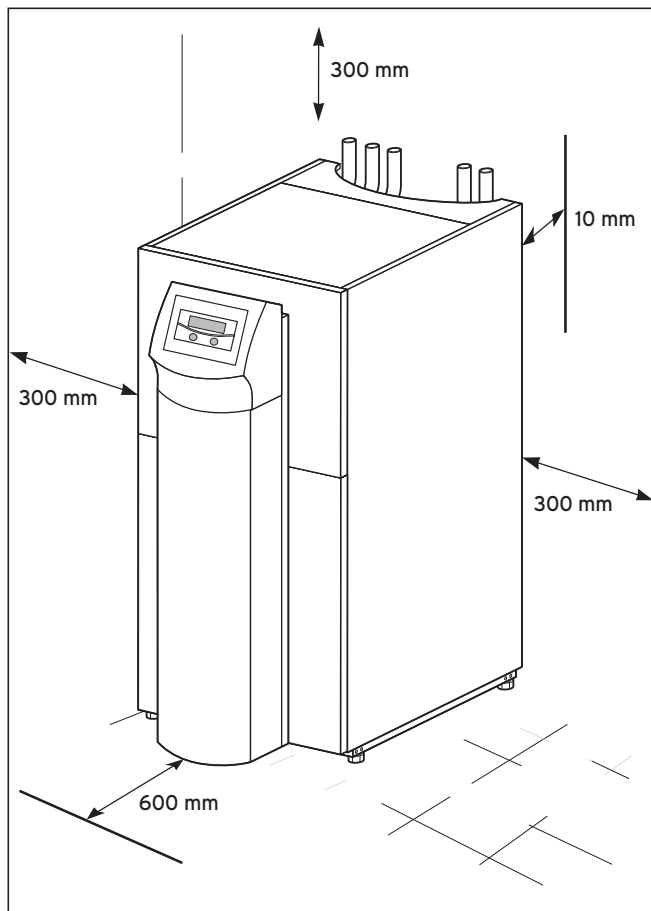

Fig. 4.2 Dimensioni minime per l'installazione della pompa di calore
- Durante l'installazione della pompa di calore fare attenzione a rispettare le distanze minime dalle pareti (vedi fig. 4.2).